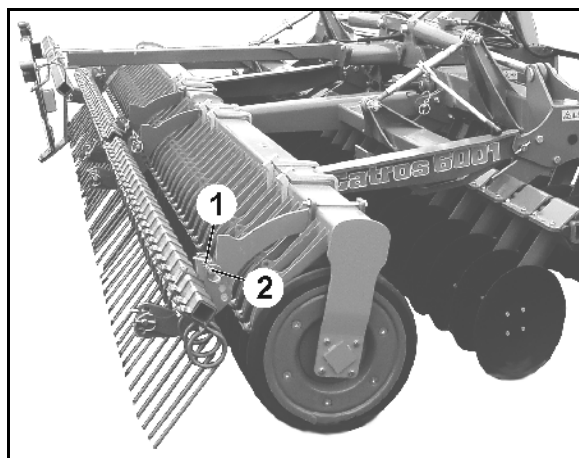

Рис. 34
3. Ослабьте пружинный фиксатор (Рис. 34/1).
4. Переведите регулировочный палец (Рис. 34/2) в нужную позицию.